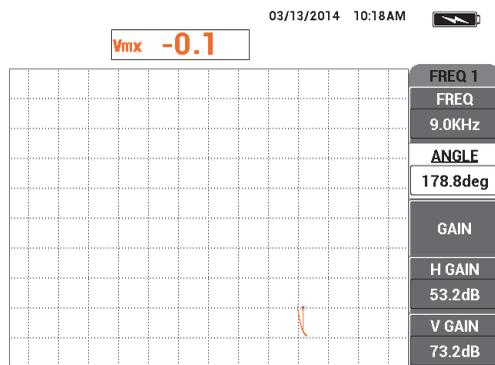

Figura 5-131 Regolazione del valore ANGOLO
29. Mantenendo premuta fermamente la sonda sul biglietto da visita, regolare **ANGOLO** (tasto B) fino a quando il segnale combinato (arancione) raggiunge la stessa altezza verticale del punto zero (vedere Figura 5-131 a pagina 232).